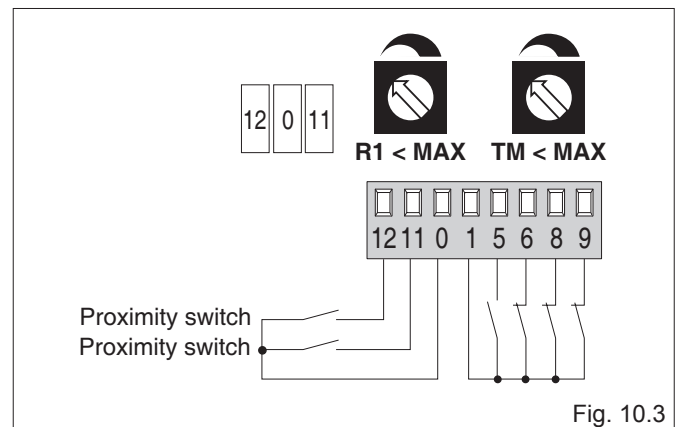

Fig. 10.3
**- (Fig. 10.3) A portinhola bloqueia-se nas batidas mecânicas e inverte nos obstáculos.**